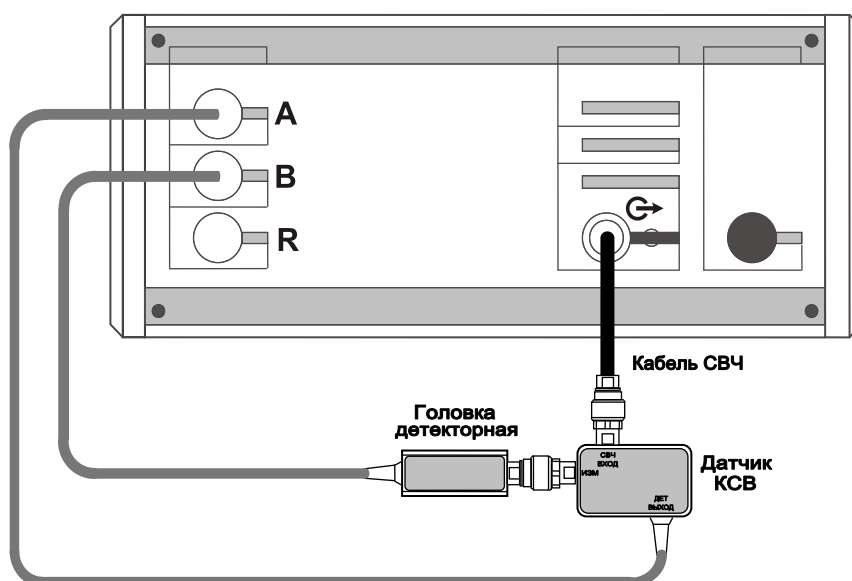

Рисунок 5.22 – Схема калибровки
5.5.5.2 Установка параметров измерений, проведение калибровки и измерений аналогичны приведенным в п. 5.5.3.4 и 5.5.4. Калибровка осуществляется последовательно: сначала для режима измерения КО и КСВН по указаниям п. 5.5.4, а затем для измерения модуля КП по указаниям п. 5.5.3.4. Сечением калибровки в режиме измерения модуля КП является измерительный порт датчика КСВ (рисунок 5.22).